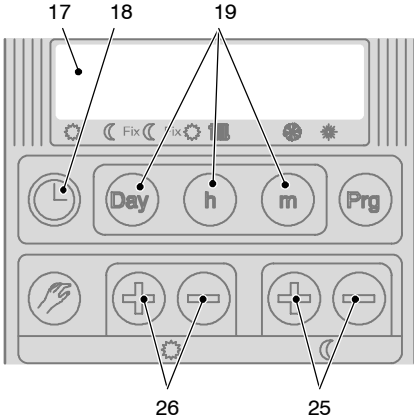

fig. 2.10
- 1 Per programmare il giorno, tenere premuto il tasto (18 in fig. 2.10) e contemporaneamente agire sul tasto **Day** (19 in fig. 2.10). Il giorno programmato verrà visualizzato sul display (17 in fig. 2.10).
- 2 Per programmare le ore, tenere premuto il tasto (18 in fig. 2.10) e contemporaneamente agire sul tasto **h** (19 in fig. 2.10). L'ora programmata verrà visualizzato sul display (17 in fig. 2.10).
- 3 Per programmare i minuti, tenere premuto il tasto (18 in fig. 2.10) e contemporaneamente agire sul tasto **m** (19 in fig. 2.10). I minuti programmati verranno visualizzati sul display (17 in fig. 2.10).
- 1 Per programmare la temperatura premere il tasto (26) in corrispondenza del simbolo (fig. 2.10). La temperatura impostata verrà visualizzata sul display (17 in fig. 2.10).
- 1 Per programmare la temperatura premere il tasto (25) in corrispondenza del simbolo (fig. 2.10). La temperatura impostata verrà visualizzata sul display (17 in fig. 2.10).